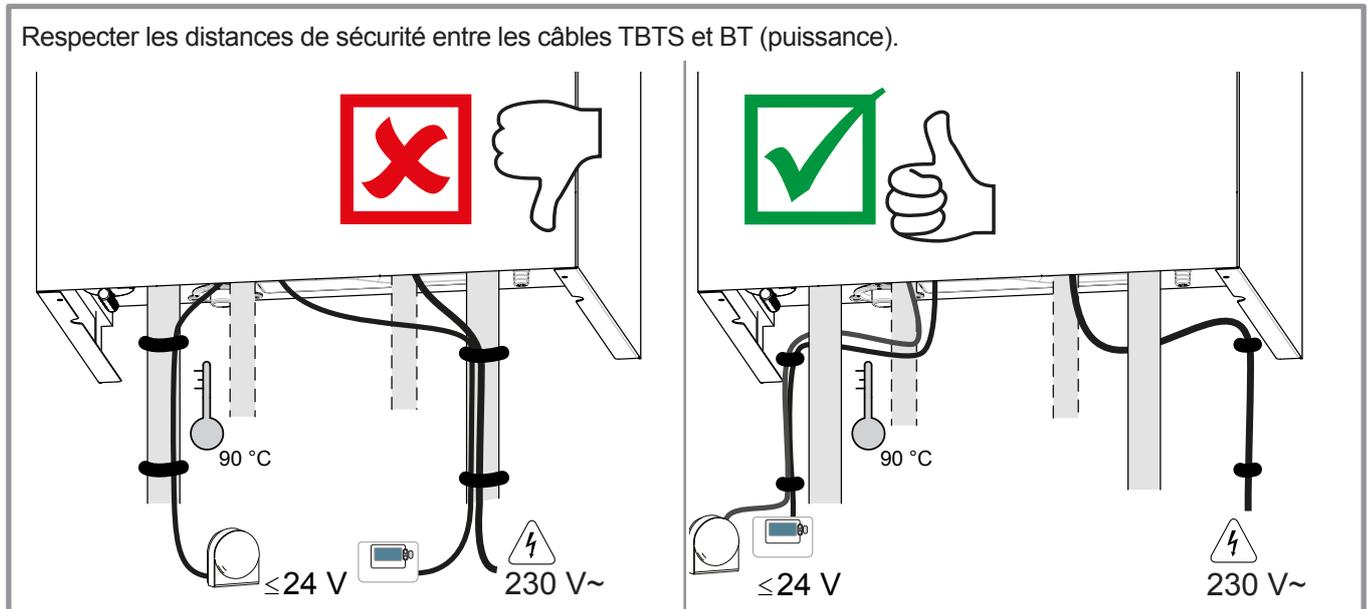
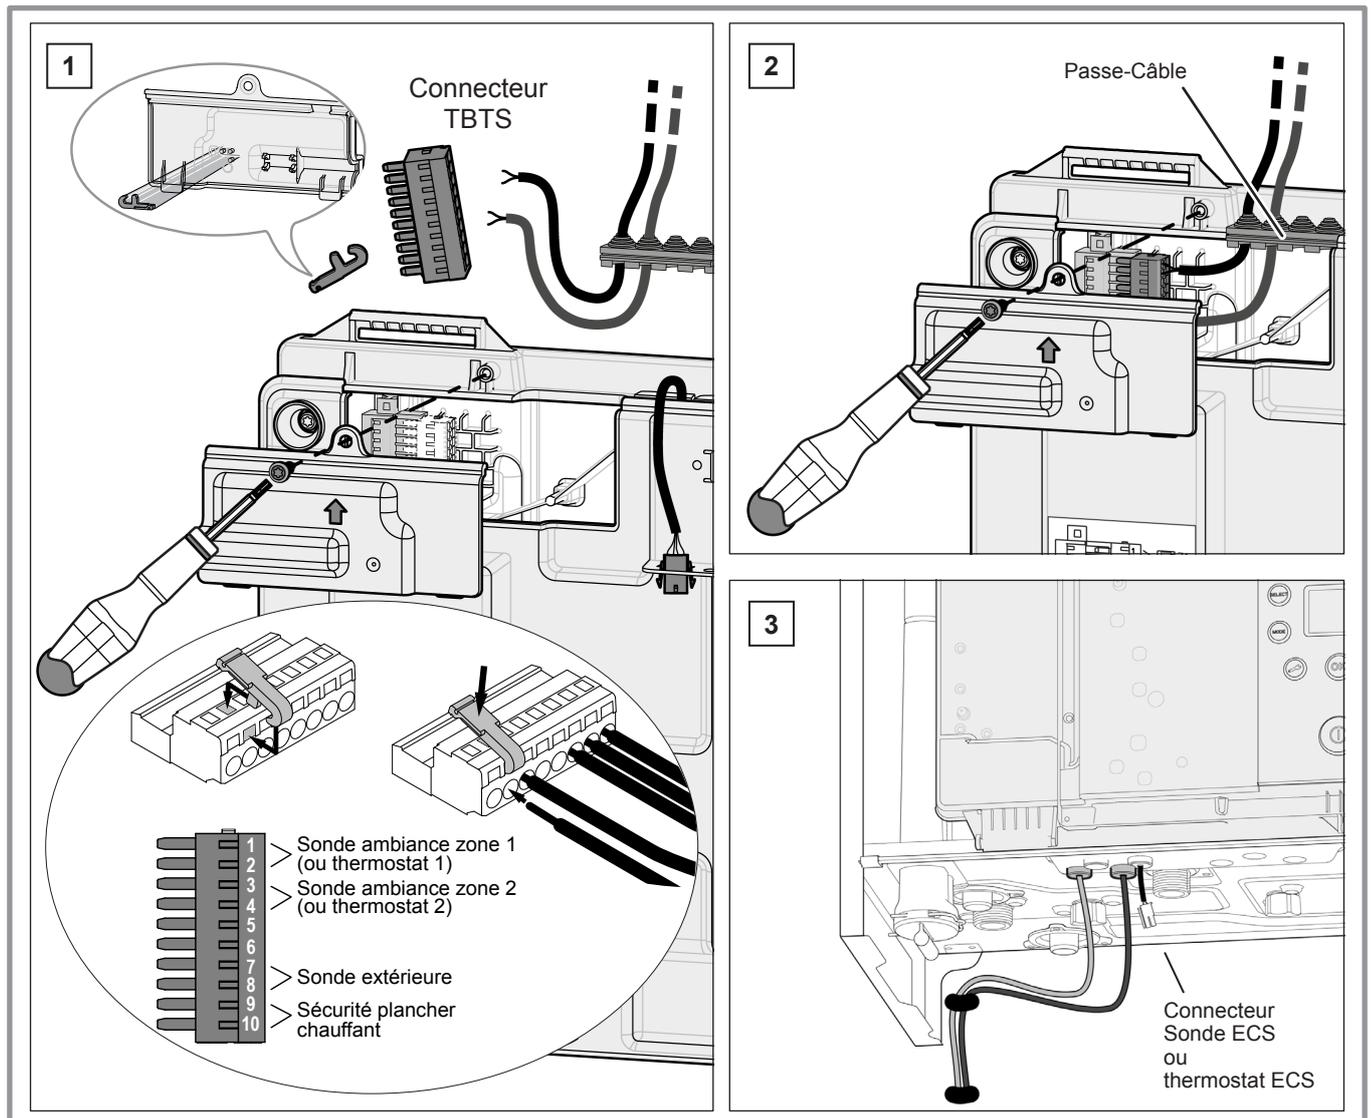

figure 19 - Chemin de câbles
figure 23 - Accès bornier TBTS
- Effectuer les raccordements suivant les schémas (figure 19 et figure 23, page 27).